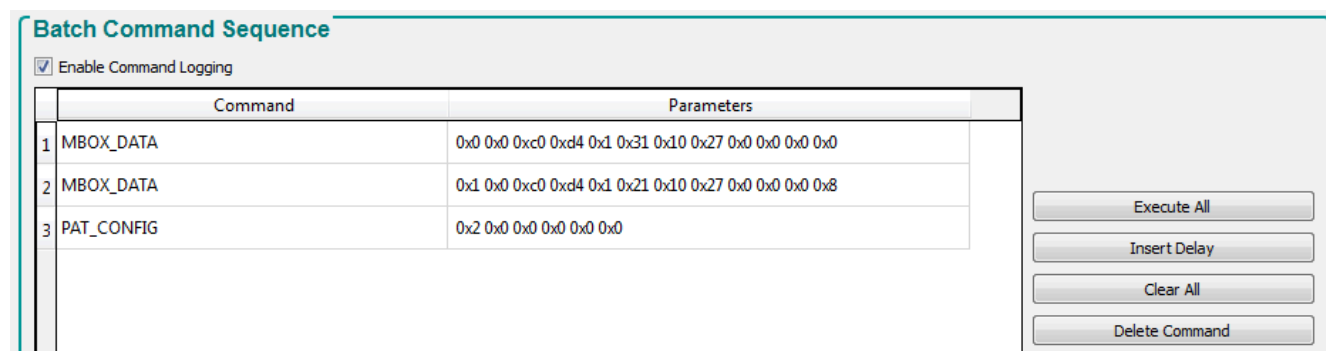
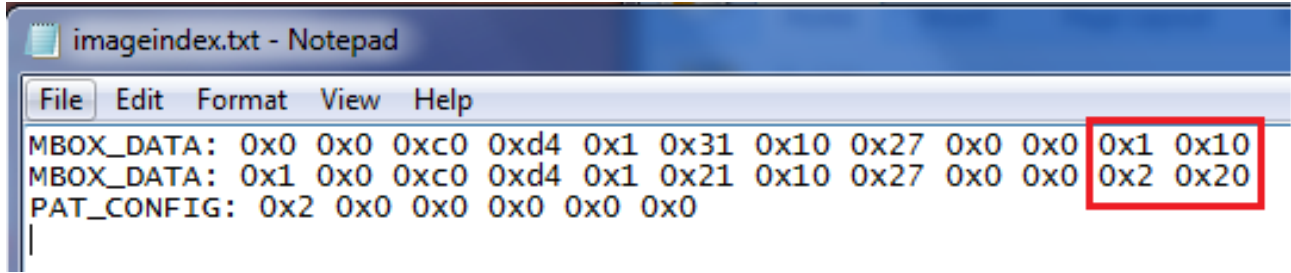

图 3-21. 图形 LUT 定义和配置
图 3-22. 更新索引和位位置
10. 图 3-21 显示了图形序列的 **Pattern LUT Definition** 和 **Configuration**。
16. 使用记事本或类似的编辑器打开并编辑步骤 11 中保存的批处理文件。该文件通常存储在名为 **C:\Texas Instruments-DLP\DLPC900REF-SW-5.0.0\DLPC900REF-GUI\Images and Batch files** 的文件夹中的 **LCR[DMD]_Images** 文件夹内，具体取决于正在使用的 DLPC900 DMD EVM。更改图像索引和位位置，如图 3-22 所示。有关图案 LUT 定义和配置命令的详细信息，请参阅 DLPC900 编程人员指南 (DLPU018)。
17. 图 3-22 显示了两种图案图像的图像索引和位位置，其中的值与图 3-21 中的值相比发生了变化。点击 **Save** 保存新的批处理文件。